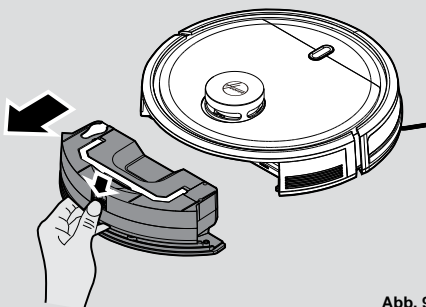

Abb. 9
1. Drücken Sie hierzu den Entriegelungsknopf und ziehen Sie ihn heraus. [Abb. 9]
1. Entfernen Sie nach dem Staubsaugen den Wasserbehälter und den Staubbehälter. Drücken Sie hierzu den Entriegelungsknopf und ziehen Sie ihn heraus. [Abb. 9]